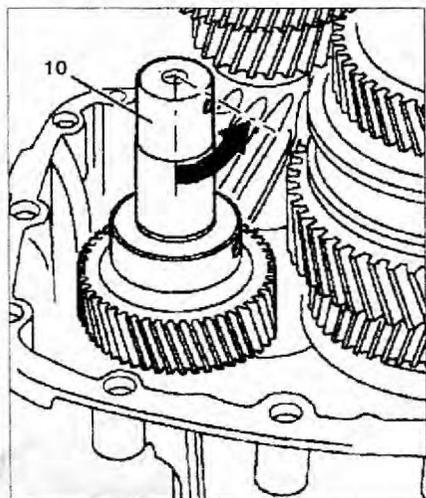
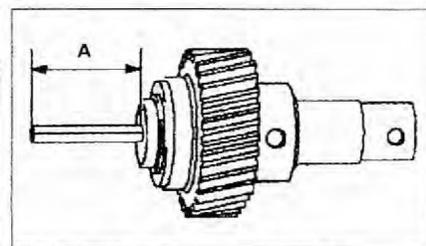

Рис. 4.7. Снятие вала с шестерней задней передачи.
Рис. 4.8. Проверка длины пальца вала задней передачи.
18. Снимите вал и шестерню задней передачи. Для этого проверните вал **10** с шестерней против часовой стрелки (**стрелка**) и извлеките их вверх (рис. 4.7). Измерьте длину «**A**» пальца и сравните ее с требуемой (рис. 4.8).
19. Вставьте вал **10** пальцем в отверстие в задней крышке корпуса коробки передач и вращайте его против часовой стрелки (**стрелка**) до тех пор, пока он не коснется вторичного вала (рис. 4.7). Вращайте вал **10** до тех пор, пока резьбовое отверстие не совместится с отверстием в передней части корпуса коробки передач.